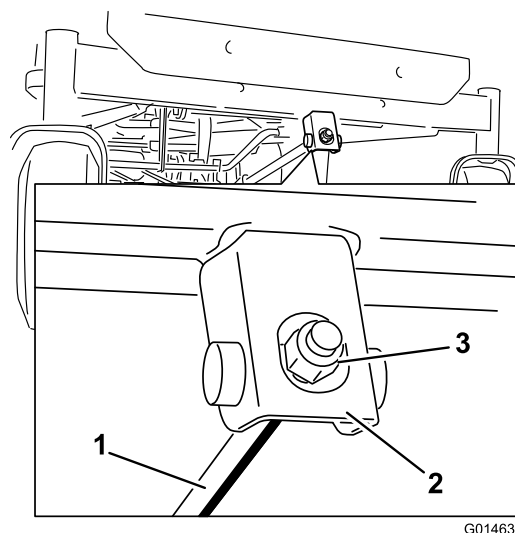

Figura 52
6. Para ajustar la inclinación longitudinal, gire la tuerca de ajuste de la parte delantera del cortacésped (Figura 52).